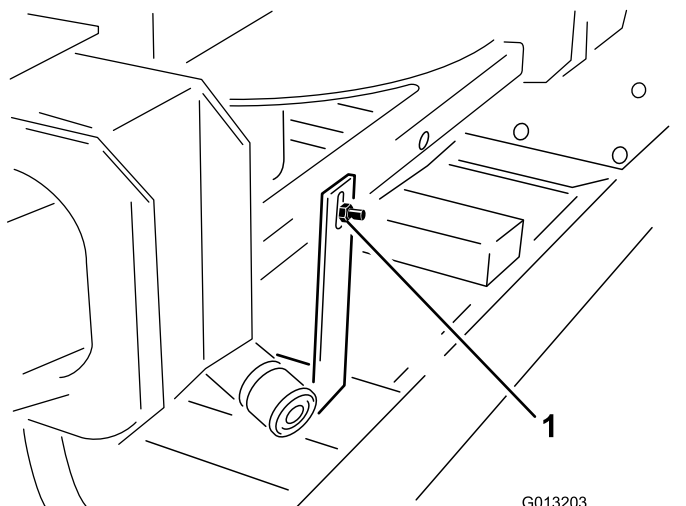

図 3
2. 出荷用の吊り上げブラケットをツインスピナーに固定しているボルトとナットツインスピナーの後部についているを外す 図 3。